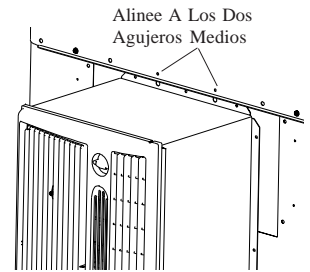

Fig. 12
4. Inserte el reborde del conducto entre el panel delantero y la tapa. Alinee los dos agujeros más grandes en el conducto con los dos agujeros de centro de la tapa. (Véase Fig 12).